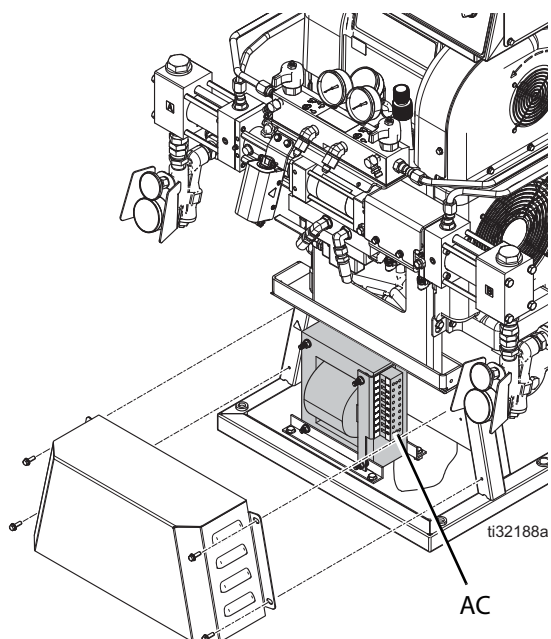

Рис. 13: Крышка трансформатора для шлангов
2. Снимите крышку трансформатора. См. Рис. 13.
4. Установите крышку трансформатора на место. См. Рис. 13.